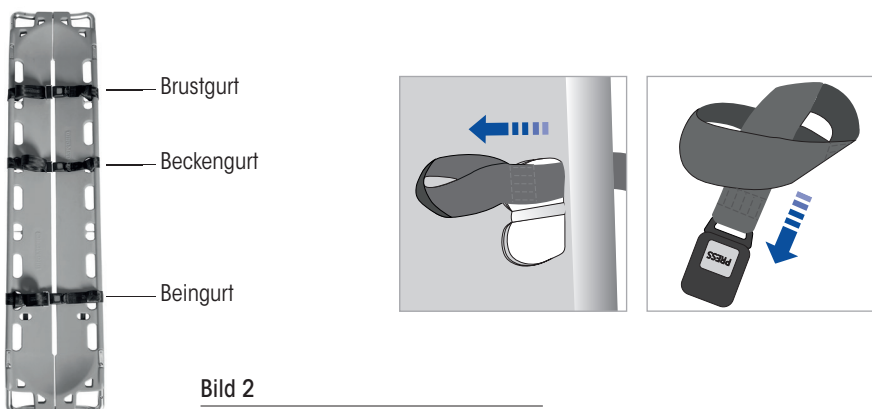

Bild 2
5. Fixieren Sie alle 3 Patientensicherungsgurte an den Anschlagpunkten (Bild 2). Die Verriegelung der Schnallen muss immer hörbar einrasten. Zur Sicherheit sollte eine kurze Überprüfung durch Ziehen an der entsprechenden Stelle durchgeführt werden. Achten Sie darauf, dass die Atmung des Patienten durch den Zug der Gurte nicht behindert wird.